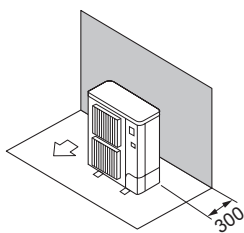

Fig. 2-6
- ① Prepreke samo na stražnjoj strani (Fig. 2-6)